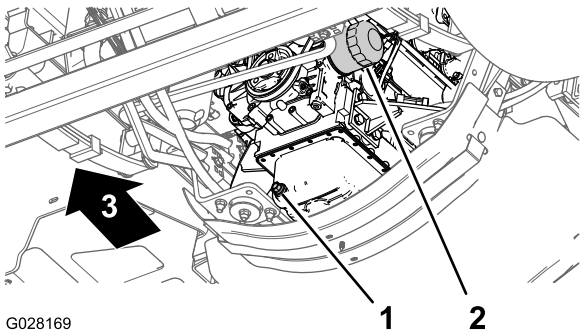

Figure 69
3. Placez un bac de vidange sous le filtre à huile moteur (Figure 69).
4. Retirez le filtre à huile usagé (Figure 69).
8. Posez le filtre à huile sur l'adaptateur et vissez le filtre dans le sens horaire jusqu'à ce que le joint en caoutchouc touche l'adaptateur, puis serrez encore le filtre d'un demi tour (Figure 69).
1. Placez un bac de vidange sous le bouchon de vidange (Figure 69).
2. Enlevez le bouchon de vidange (Figure 69) pour permettre à toute l'huile de s'écouler.